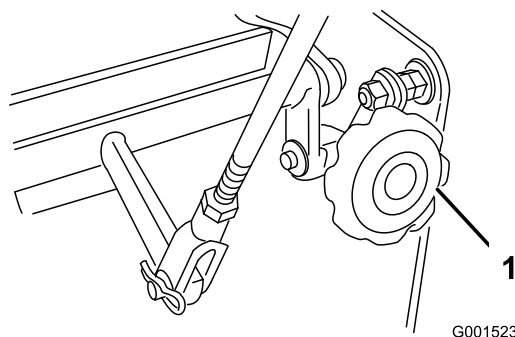

Figure 54
4. Si la machine se déporte d'un côté ou de l'autre, tournez le bouton de Quick-Track. Tournez le bouton à droite pour diriger la machine vers la droite et à gauche pour diriger la machine vers la gauche (Figure 54).